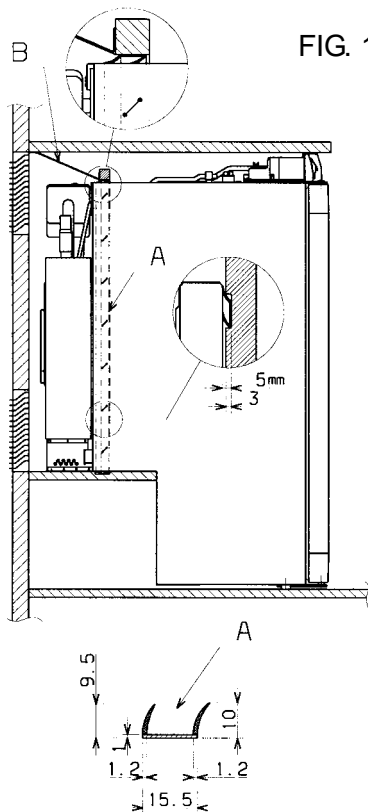

FIG. 1
Il faut également installer une plaque de refoulement (B), munie des joints à lèvres (A) difficilement inflammable, dans le renforcement (voir fig.1).
La plaque (B), munie des joints à lèvres (A), doit également isoler le réfrigérateur par rapport à la pièce (voir fig. 1).